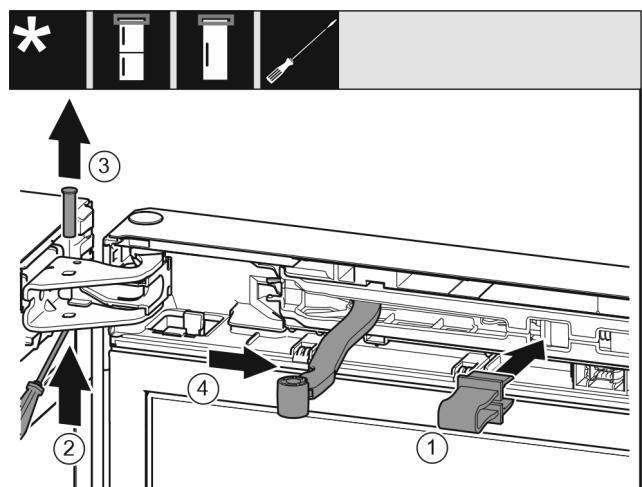

Fig. 9
- Sicherung Fig. 9 (1) in Öffnung einrasten.
- Bolzen Fig. 9 (2) herausziehen.
- Bolzen Fig. 9 (3) nach oben herausnehmen.
- Gelenk Fig. 9 (4) in Richtung Tür drehen.